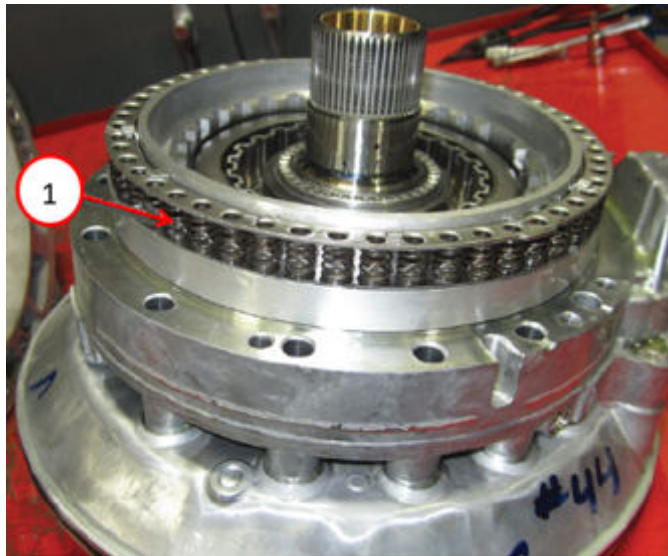

Fig. 17
24. Remove the B clutch spring damper Fig. 17.